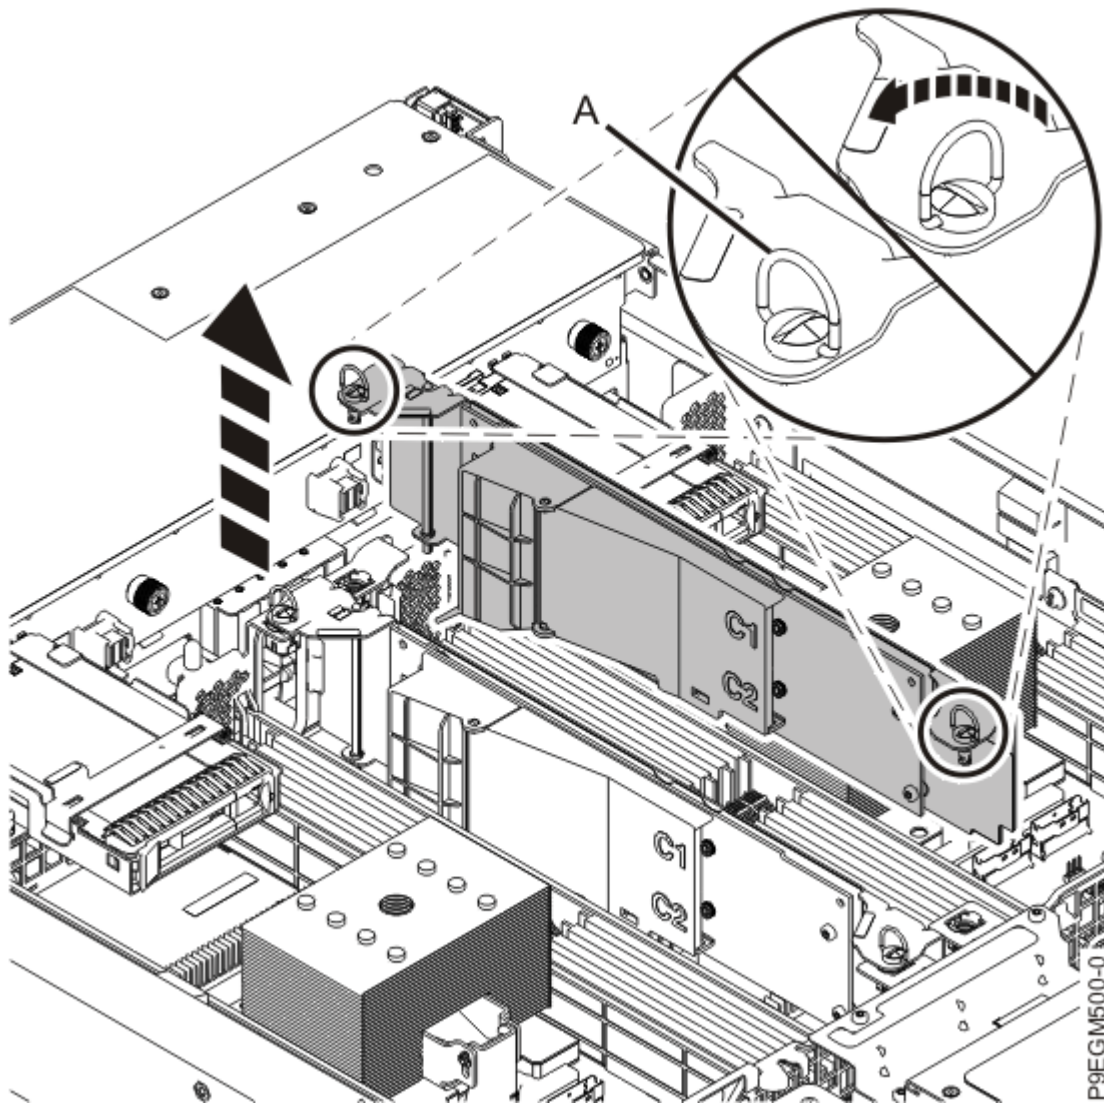

Figura 14. Extracción de la tarjeta portadora NVMe M.2
4. Levante la tarjeta portadora NVMe M.2 de la ranura, como se muestra en la Figura 14 en la página 20.